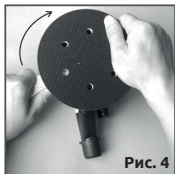

Рис. 4
- Плотно завинтите вручную по часовой стрелке шлифовальную подошву во внутреннюю резьбу вала, удерживая прилагаемый ключ на гранях вала, как показано на рисунке. (См. рис. 4).
- Плотно завинтите вручную по часовой стрелке шлифовальную подошву во внутреннюю резьбу вала, удерживая прилагаемым ключом (как показано на рисунке. (См. рис. 4).